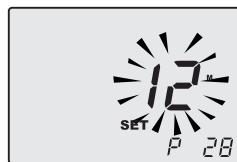

Figura 9.3
- Scorrere i vari parametri utilizzando i tasti 23 o 24 fino a far apparire sul display LCD le lettere **P28** e il valore del parametro, indicanti l'entrata nel "parametro 28" (Figura 9.3).